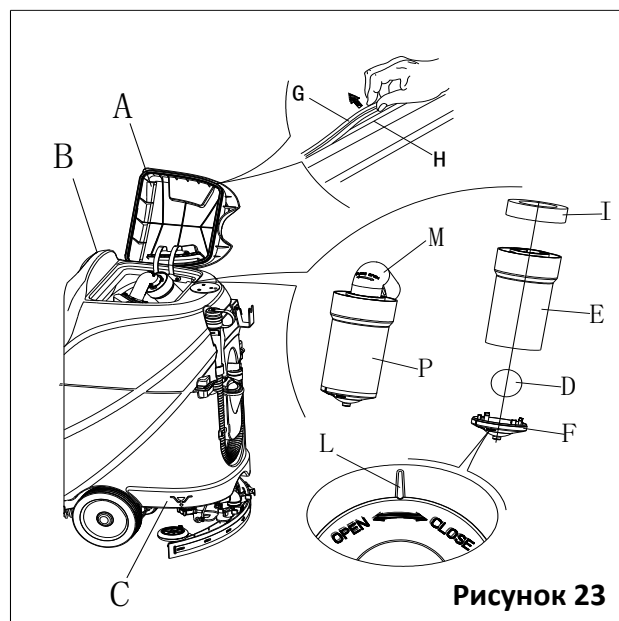

Рисунок 23
2. Убедитесь, что машина выключена и ключ зажигания (40) был извлечен.
3. Откройте крышку бака грязной воды (А, Рисунок 23) в положение на 90 градусов, где она может быть вынута из бака, а затем выньте поплавковую камеру (Р) из бака.
4. Очистите крышку бака грязной воды (А), бак грязной воды (В), очистите бак для воды (С) и рамку-держатель поплавкового фильтра (Е). Опорожните бак грязной воды при помощи дренажного шланга (15).
5. При необходимости, следуйте символам "ОТКРЫТЬ" и "ЗАКРЫТЬ", как показано на Рис. 23, чтобы снять нижнюю крышку (F) поплавкового фильтра, а затем очистите поплавок (D), рамку-держатель фильтра (E) и губку фильтра (I). После очистки, зафиксируйте поплавок (D) в рамке-держателе фильтра (E), а затем совместите метку паза (L) нижней крышки (F) поплавкового фильтра с меткой паза (L) рамки-держателя поплавкового фильтра (E). Закрутите плотно нижнюю крышку поплавкового фильтра, и закрепите губку фильтра (I) в рамке-держателе поплавкового фильтра (E). Наконец, подключите его к патрубку (M).
7. Проверьте уплотнительную резинку (G) на герметичность. При необходимости, выньте уплотнительную резинку бака из паза (H) и замените ее. Установите новую уплотнительную резинку, как показано на Рис. 23, соединение должно состыковываться в средней зоне.